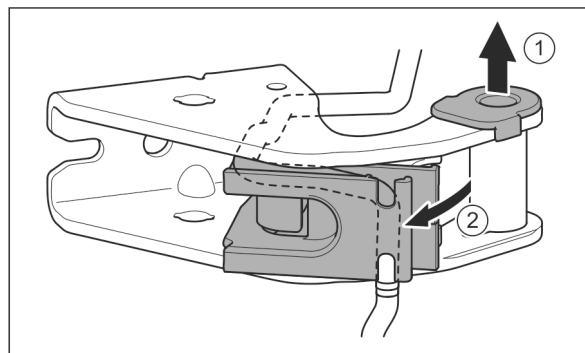

Fig. 24
- ▶ Tuleję łozyskową wyjąć z prowadnicy. Fig. 24 (1)
- ▶ Odchylić mocowanie kabla. Fig. 24 (2)